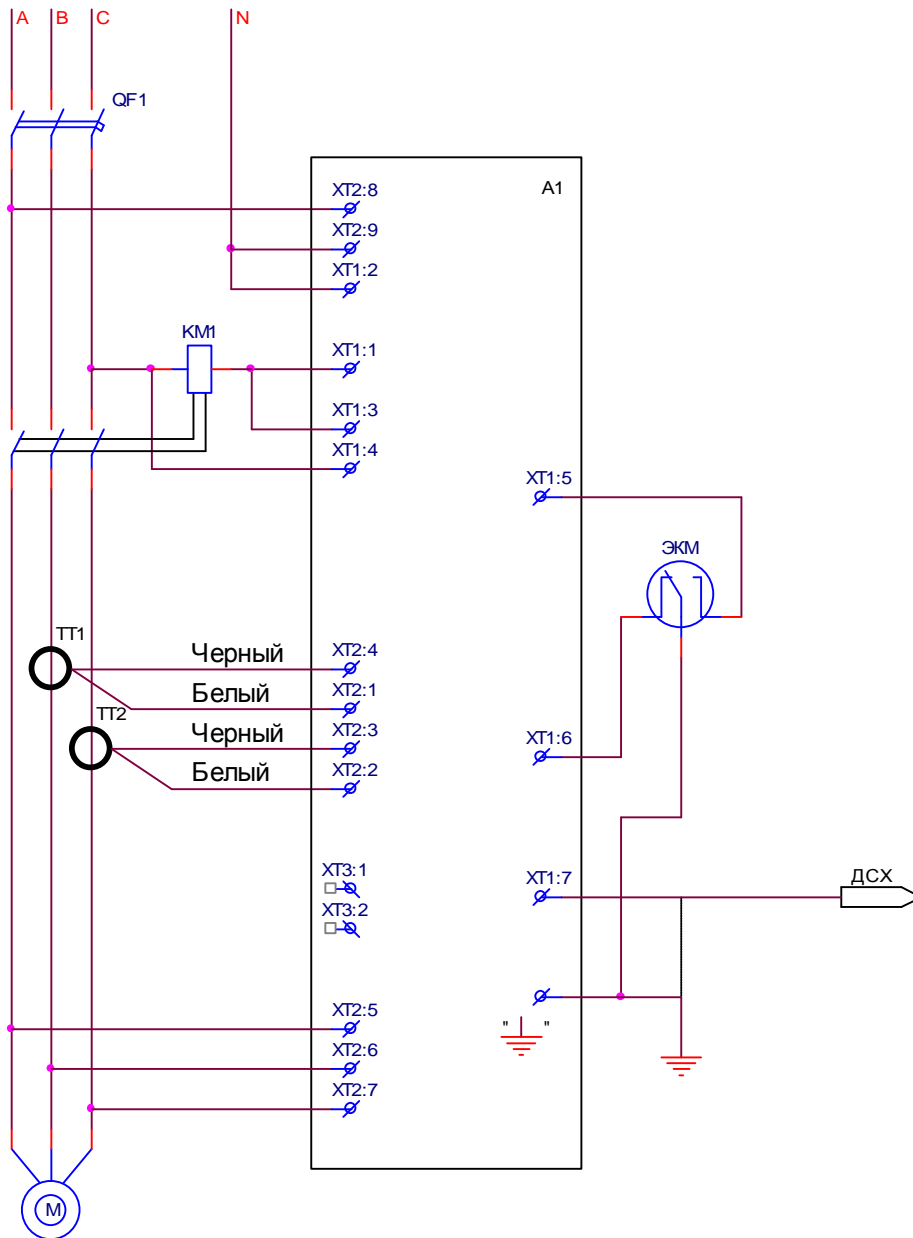
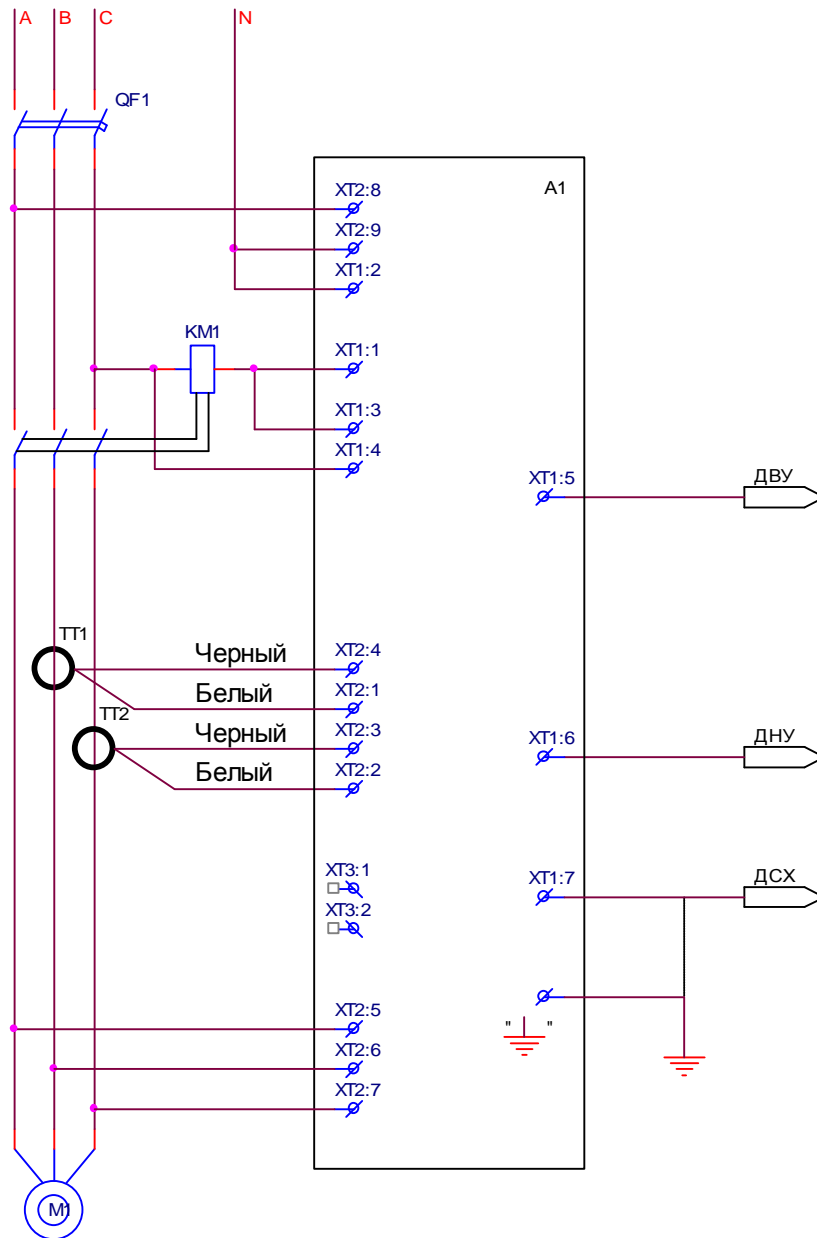

Рис. 2
Рис.3
5.2.2. Выполните электромонтаж внешних цепей в соответствии со схемой подключений рис.2, если совместно с УУВ используется ЭКМ, или в соответствии со схемой рис.3, если совместно с УУВ используются электродные датчики уровни воды.
ВНИМАНИЕ! При использовании электродных датчиков уровня **НЕОБХОДИМО** соединить отдельным проводом корпус водонапорной башни (накопительного бака) с корпусом УУВ. Пунктиром на рис.2 и рис.3 показано подключение клеммы XT1:7 в случае отсутствия датчика "сухого хода".